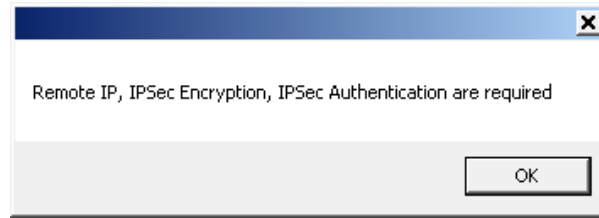

Figura 3-20 Pantalla de error de configuración IPsec
6. Seleccione **Save All**. IPScom mostrará un Mensaje de Error para alertar al usuario de cualquier configuración necesaria que no ha sido introducida (Figura 3-20).